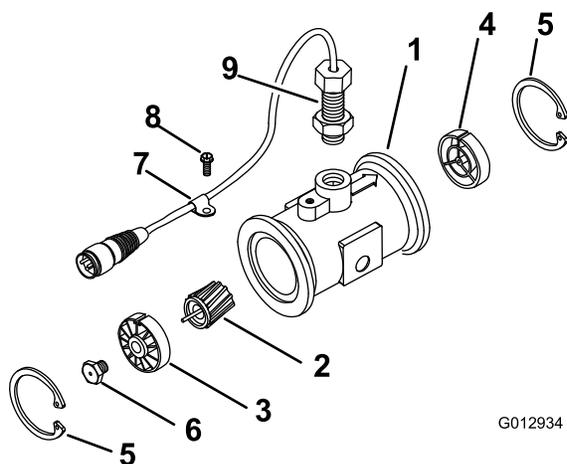

Рисунок 96
3. Снимите стопорное кольцо со стороны входа (Рисунок 96).